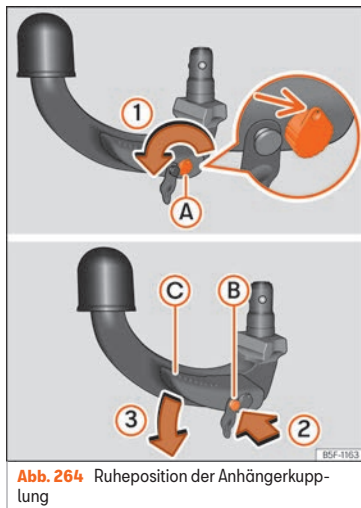

Abb. 264 Ruheposition der Anhängerkupplung
- Führen Sie den Schlüssel ein und drehen Sie ihn in Pfeilrichtung » Abb. 264 (1), bis das Loch im Schlüssel nach oben weist (Pfeil).
- Drücken Sie den Entriegelungsbolzen » Abb. 264 (B) in Pfeilrichtung (2) und gleichzeitig den Hebel (C) in Pfeilrichtung (3) bis zum Anschlag.